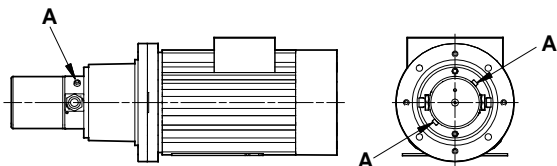

Abb. 4 Entlüftungstopfen
1. **Entlüftung:** Bevor die Pumpe eingeschaltet wird, sind die Entlüftungstopfen "A" zu lösen, (siehe Abb. 4). Wenn das Wasser ausläuft, ist die Pumpe mit Wasser aufgefüllt. Stopfen wieder anziehen.